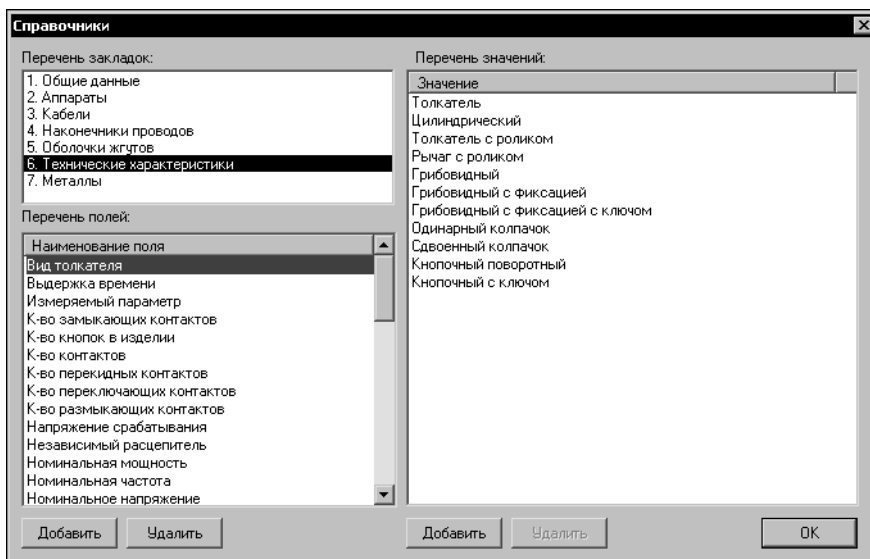

Рис. 6.1. Диалог **Справочники**
1. Чтобы начать работу со справочниками, вызовите команду **Сервис — Справочники**. На экране появится диалог **Справочники** (рис. 6.1, табл. 6.1).
Вы можете добавлять и удалять поля. Эти операции производятся в диалоге **Справочники** (см. рис. 6.1 на с. 49).
Вы можете добавлять и удалять значения полей. Эти операции производятся в диалоге **Справочники** (см. рис. 6.1 на с. 49).